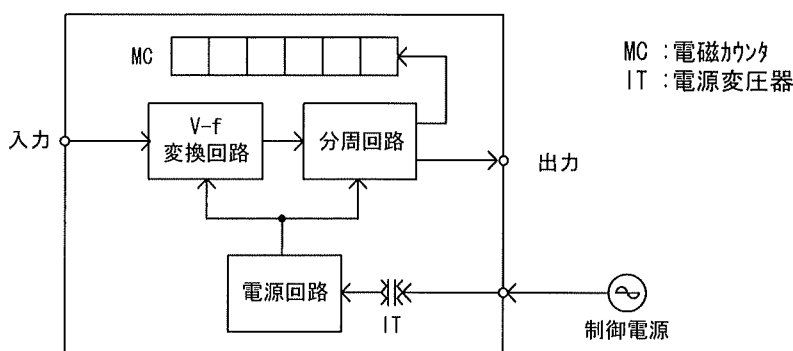
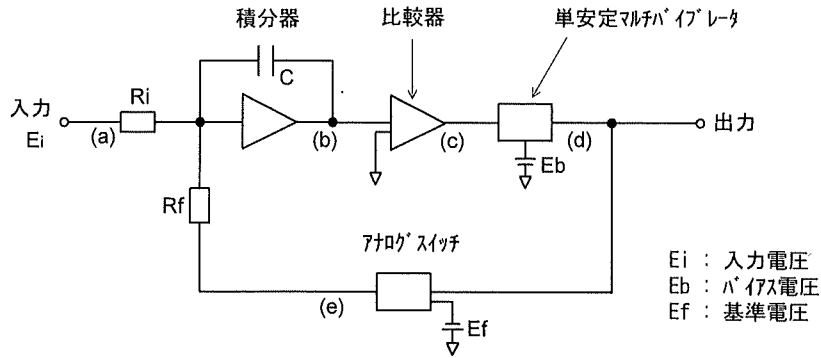
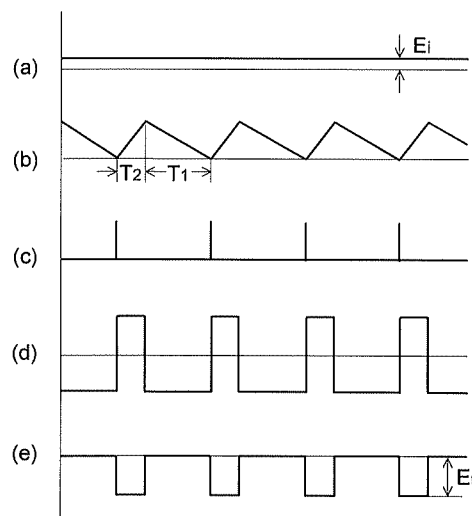

Fig. 1 AHのブロック図
Fig. 2 V-f変換回路
Fig. 3 各点における波形
2.2 直流電力量計 (WH)
付図 1. 直流積算電流計 (AH) 接続図
付図 2. 直流電力量計 (WH) 接続図
付図 3. 直流積算電流計 (AH) 寸法図
本計器の内部構成はFig. 1に示す如く、電源変圧器 (IT)、電源回路、V-f 変換回路、分周回路および6桁の電磁カウンタにより構成されております。入力電圧はDC 1Vにて駆動され、V-f 変換回路にて入力電圧に比例した周波数のパルスに変換されます。このパルス (発振周波数) を分周回路により逡降して電磁カウンタを動かすと共に、外部に無電圧の接点 (ON) 信号を発信します。電源変圧器および電源回路は、交流制限電源より絶縁した直流電圧をV-f 変換回路と分周回路に与えるものです。
Fig. 2 および Fig. 3 は V-f 変換回路のブロックダイアグラムと各部の波形を示すものです。Ei が加わると積分器の電圧は負方向に移行し、その電圧が零電位になったとき比較器が動作します。このとき単安定マルチバイブレータの入力端子に Eb を超える電圧が加わり、その出力電圧は一定時間 (T2) 正の電圧を保ちます。この電圧によりアナログスイッチが動作し、Ef が積分器の入力側に加わってその出力を正方向に移行させます。
直流電力量計は、Fig. 1 の V-f 変換回路の代わりに、2 つの入力の乗算値を周波数に変換する M-f 変換回路に置き換えたものです。
- (1) 本積算計の設置は湿気、塵埃、腐食性ガス発生の多いところを避けて壁面に垂直にお取り付けください。
- (2) 配線は付図1または付図2を参照して行って下さい。配線用の電線サイズは2mm2位のもので結構です。入力側に接続される変換器と本計器の配線はツイストシールド線を使用し、積算計側で接地して下さい。また、配線はできるだけ短くし、他の電線と離して下さい。
- (3) 入力側に直流電圧が加わると積算計が計測を開始します。6桁の電磁カウンタはカウントアップし、同時に発信接点 (無電圧接点) がメークします。
付図1. 直流積算電流計 (AH) 接続図
付図2. 直流電力量計 (WH) 接続図
付図3. 直流積算電流計 (AH) 寸法図